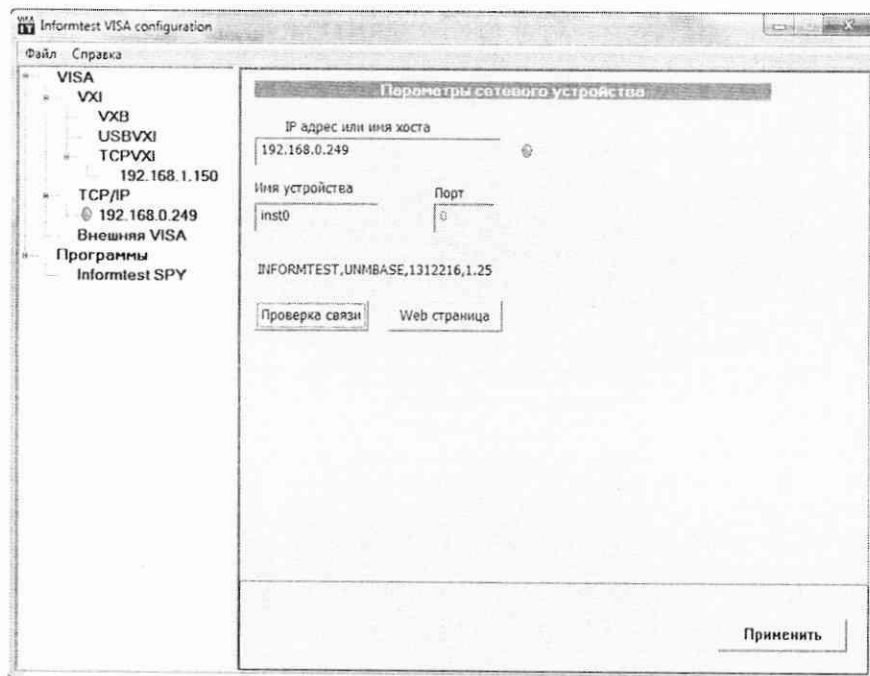

Рисунок 12 – Программная вкладка «Параметры сетевого устройства» после нажатия кнопки «Проверка связи»
Далее можно проверить подключение устройства, нажав кнопку «Проверка связи». Если устройство подключено, то рядом с IP-адресом проверяемого устройства появится зеленый индикатор (см. рисунок 12), если устройство не было найдено, то рядом с IP-адресом появится крест.
2.2.9.6 Информацию о необходимом BT-96 можно получить, наведя курсор мыши на кнопку «Web-страница» и щелкнув по ней левой кнопкой мыши, во вкладке «Параметры сетевого устройства» (см. рисунок 12). Запустится браузер, установленный на ПЭВМ, где будет отображен IP-адрес BT-96 и его характеристики.